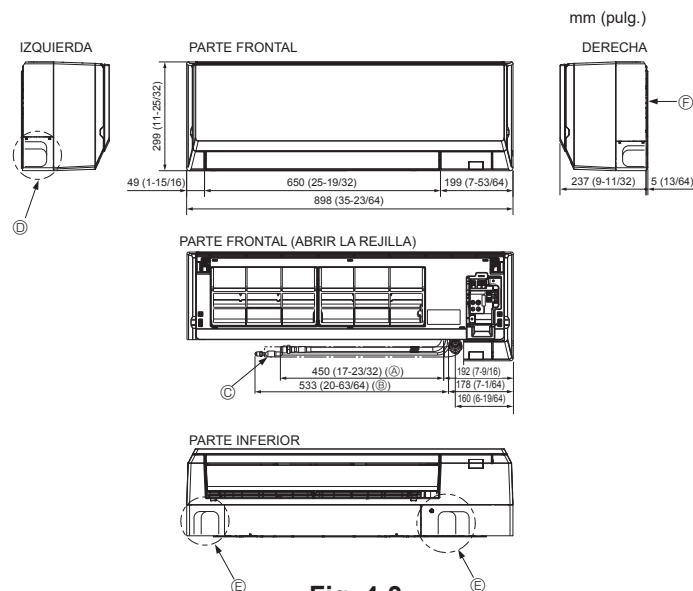

Fig. 4-3
4.3. Colocación de los tubos del refrigerante y de drenaje (Fig. 4-3)
- (A) Tubo de gas * Indica el estado con los accesorios montados.
- (B) Tubo de líquido
- (C) Manguera de drenaje (Longitud efectiva: 500 mm, 19-11/16 pulgadas)
- (D) Orificio ciego para las tuberías del lado izquierdo
- (E) Orificio ciego para las tuberías del lado derecho
- (F) Orificio ciego para las tuberías de la parte inferior
- (G) Placa de montaje (D)